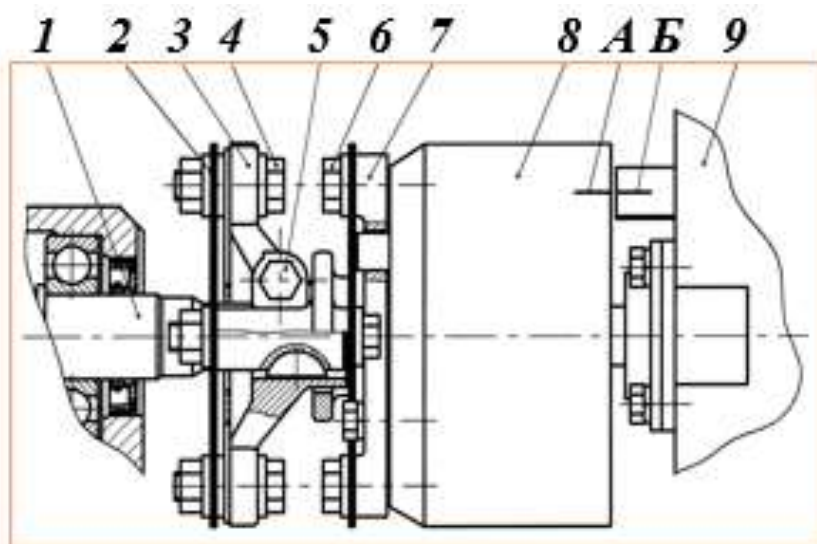

Рисунок 5.14. Вал привода топливного насоса
- Проверить плотность посадки полумуфты 3 на валу привода 1 и затяжку клеммового болта 5 (момент затяжки 43,2-58,9 Н*м (4,4-6 кгс*м)) (рис. 5.14).
- Отвернуть (ослабить) два болта 4 и поворотом муфты опережения за счет овальных отверстий на фланце полумуфты совместить метки «А» и «Б» (рис. 5.14).